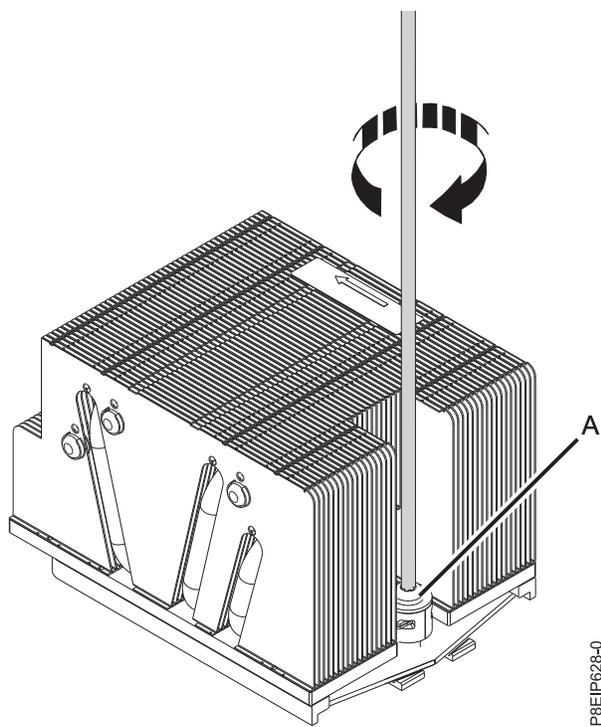

Figura 85. Apertando o Parafuso do Braço de Carregamento
6. Aperte o parafuso do braço de carregamento (A) com uma chave de fenda Phillips n°3, conforme mostrado na Figura 85 na página 71.